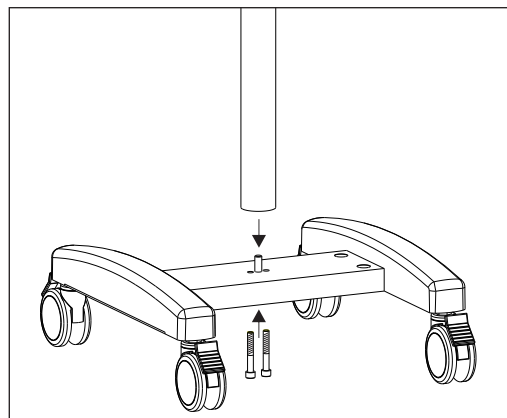
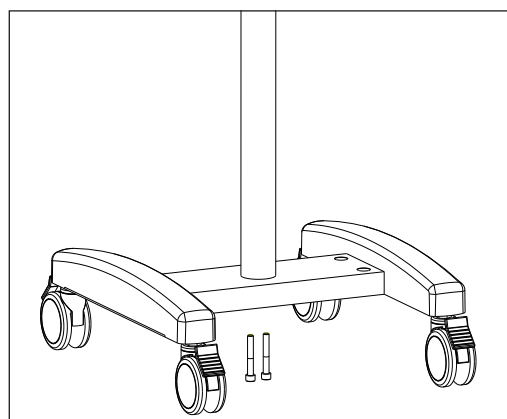

Fig. 2
Fig. 3
- 7.1 La base se instala mediante la fijación de la columna sobre la base. Acople la columna al tornillo de indexación sobre la base. Ver Fig. 2. Alineé el agujero roscado del montante con el tornillo del asiento. Sostenga el montante con firmeza y apreté los tornillos allen de la parte inferior de la base. Ver Fig 3.